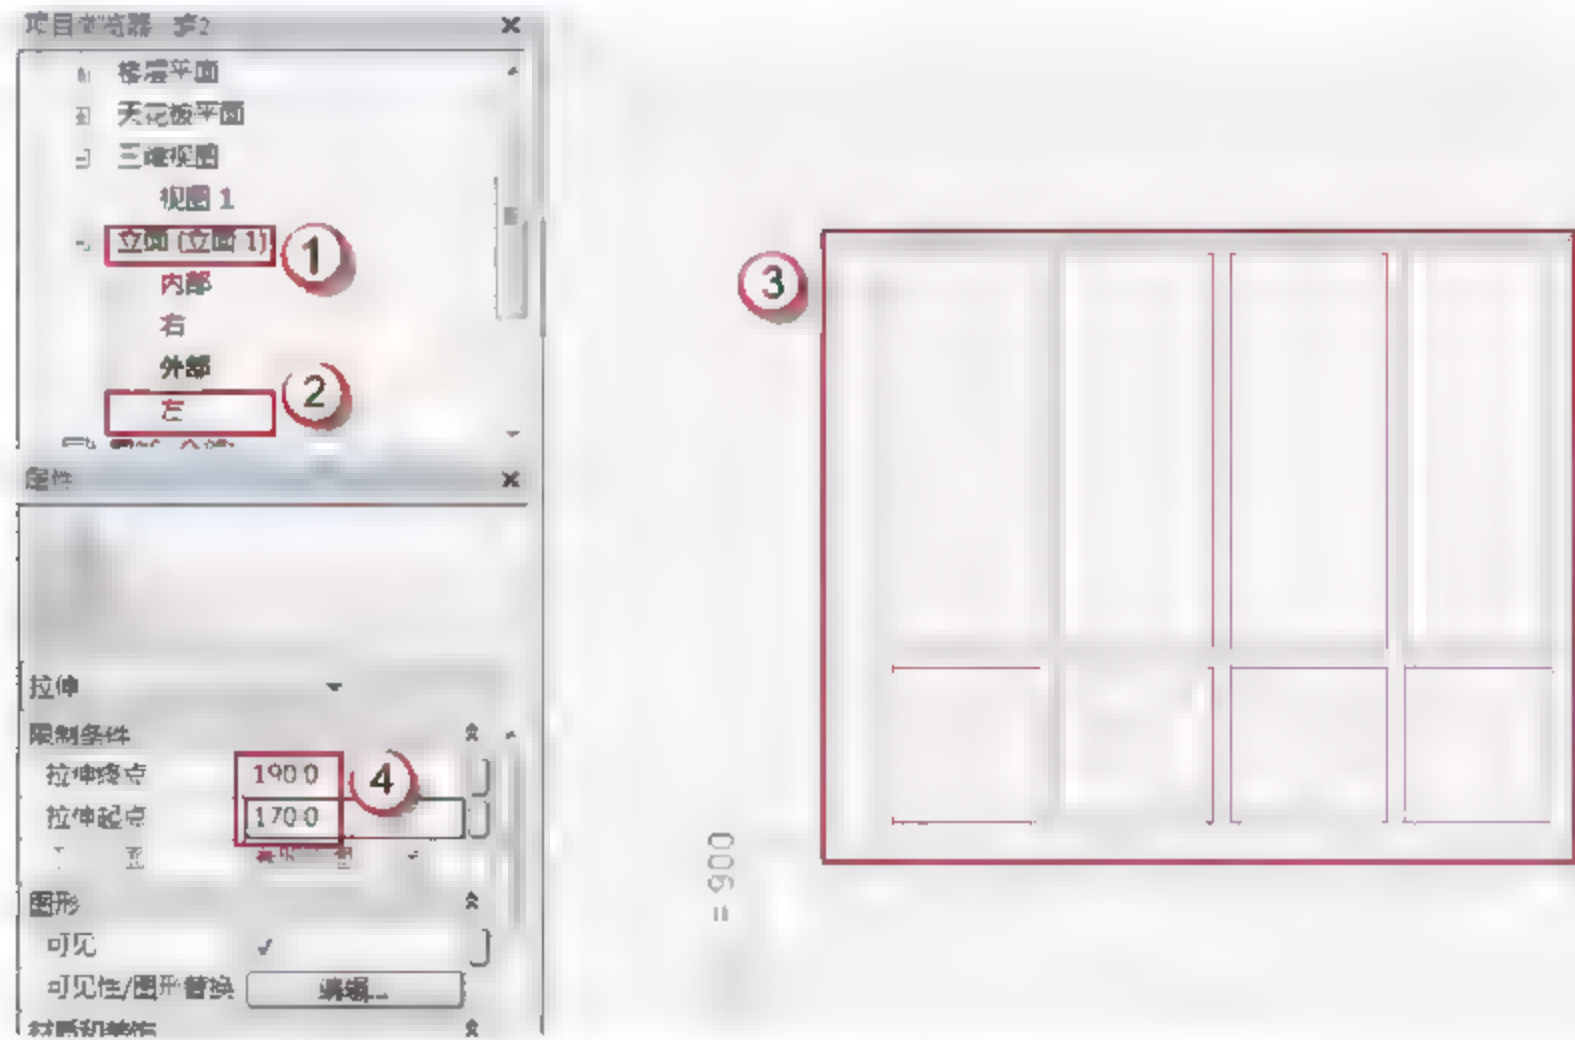

图 7.1.55 C2017 窗户玻璃的位置及厚度
(8) 绘制 C2017 窗户玻璃。选择“项目浏览器”中的“立面 (立面 1)”→“左”选项，可以进入 C2017 的左立面视图，选择“创建”→“拉伸”命令，进入“修改 | 编辑拉伸”界面，用菜单中的绘制工具绘制 C2017 窗户玻璃，如图 7.1.55 所示。在“属性”面板中，在“拉伸终点”中输入“190”字样，在“拉伸起点”中输入“170”字样。绘制完成后，单击√按钮完成绘制。